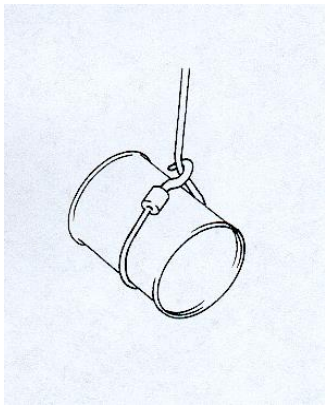

fig.89
- **NE JAMAIS** utiliser le câble ou la chaîne du palan comme harnais pour la charge (fig.89).